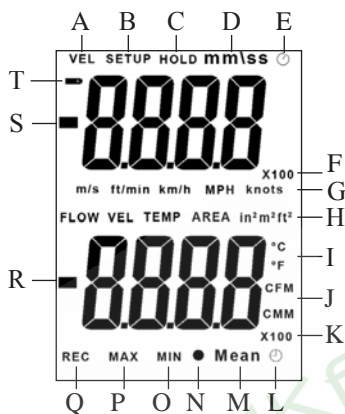

Рис. 2 – Элементы дисплея
- c. Нажатием кнопки **UNIT** \blacktriangledown выберите единицы измерения температуры: при каждом нажатии загорается либо индикатор $^{\circ}\text{C}$, либо индикатор $^{\circ}\text{F}$ (поз. I на рис. 2).
- d. Нажатием кнопки **UNIT** \blacktriangle выберите единицы измерения скорости воздушного потока. Цикл выбора следующий: **m/s, ft/min, km/h, MPH, knots** (на дисплее последовательно загораются соответствующие индикаторы – поз. G на рис. 2).
- g. Закройте датчик скорости воздушного потока колпачком 3 (см. рис. 2), чтобы изолировать его от исследуемой окружающей среды.